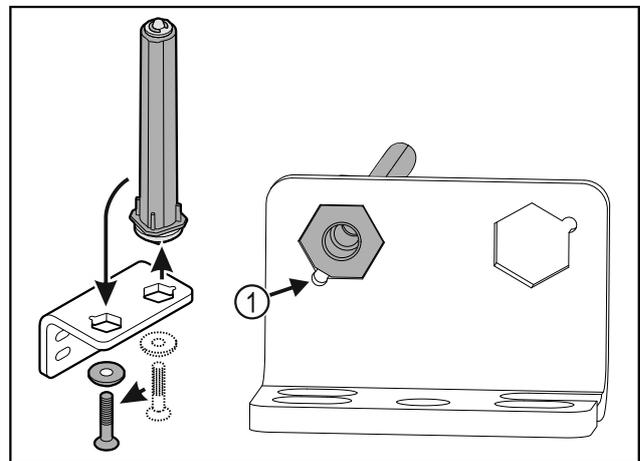

Fig. 38
- ▶ Atkreipkite dėmesį į tai, kad įstatant nuožulni kaiščio pusė Fig. 38 (1) nukreipta į apvalią skylę.